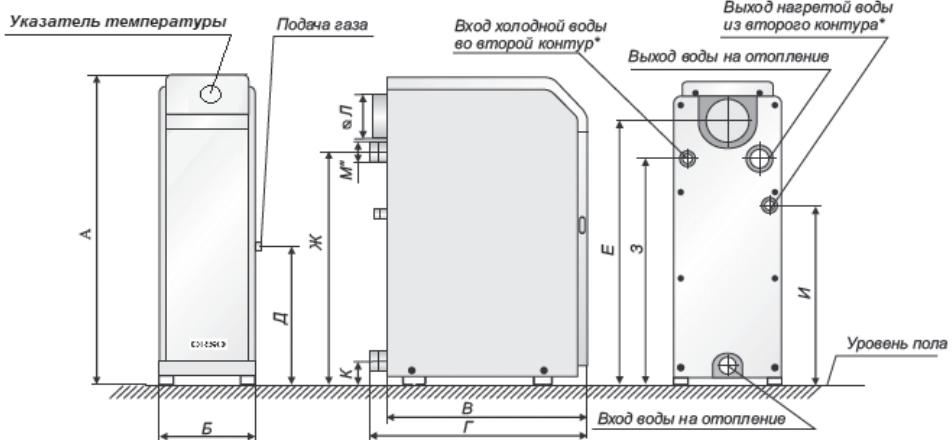
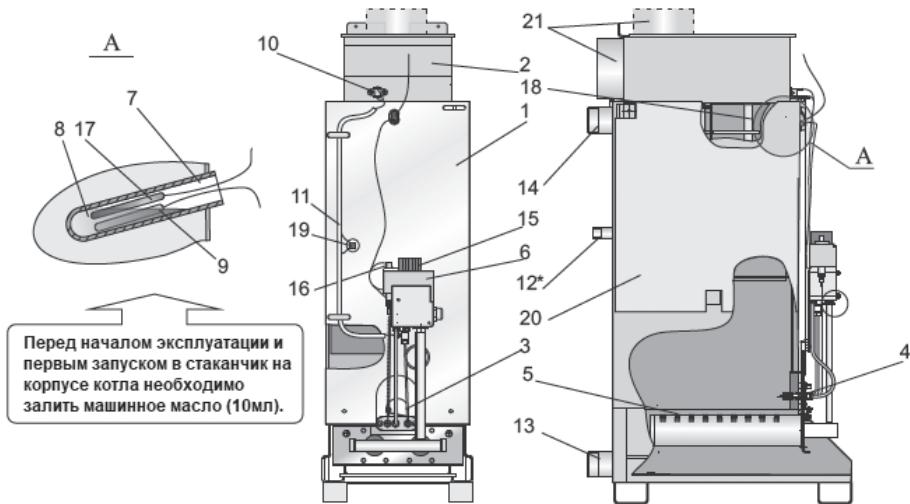

Рис. 1. Общий вид котла «АТАКА»
Рис. 2. Схема конструкции котла «АТАКА»
5.1. Котёл (рис.1) выполнен в виде напольного шкафа прямоугольной формы, лицевая сторона которого закрыта дверкой, обеспечивающей доступ для запуска котла и управления его работой.
Котёл состоит из следующих основных частей: корпуса котла (поз.1 рис.2), который состоит из топки и теплообменника. В теплообменнике котла установлены турбулизаторы (поз. 18) для наиболее полного отбора тепла при сжигании природного газа и передачи его теплоносителю; газохода (поз. 2); горелок: основной (поз.5) и запальной (поз.4); автоматики безопасности с газовым клапаном (поз.6); патрубков подвода (поз.13) и отвода теплоносителя (поз.14). В котлах с встроенным водонагревателем предусмотрены присоединительные патрубки (поз.12). На лицевой части корпуса котла расположено смотровое окно (поз.3) для контроля за розжигом и работой котла. В стаканчик (поз.7) установлен баллон указателя температуры (поз.17) и термобаллон (поз.9) газового клапана, служащий для управления его работой. Термостат (датчик тяги) (поз.10) служит для обеспечения его безопасной работы. Для наиболее полного отбора тепла снаружи корпуса котла покрыт теплоизоляцией и декоративным стальным кожухом, покрытым порошковой эмалью. В верхней части кожуха котла установлен указатель температуры для контроля температуры воды в котле, (рис. 1).
- 6.8. При установке котла в систему отопления с открытым расширительным сосудом установка датчика перегрева (п.19, рис.2) не требуется, при условии, что отказ термостата управления не вызывает опасную ситуацию для пользователя или повреждение котла (ГОСТ Р 51733-2001).
Перед началом работы автоматики и запуском котла необходимо проверить наличие машинного масла в стакане корпуса котла(поз.7 рис.2)!!!